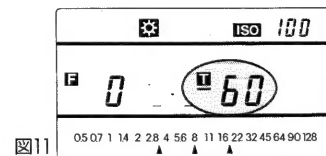

図11
- (1)T優先モードのとき、アップまたはダウンスイッチを押して設定したいタイム(シャッター速度)に合えます。(図11)